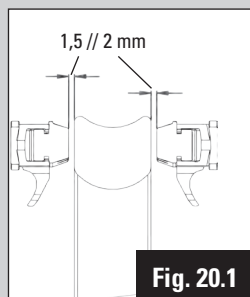

Fig. 20.1
1. Regolazione copri pattini (chiave a brugola da 3 mm, fig. 20.1): rotazione oraria: il pattino si allontana dal cerchio // rotazione antioraria: il pattino si avvicina al cerchio.